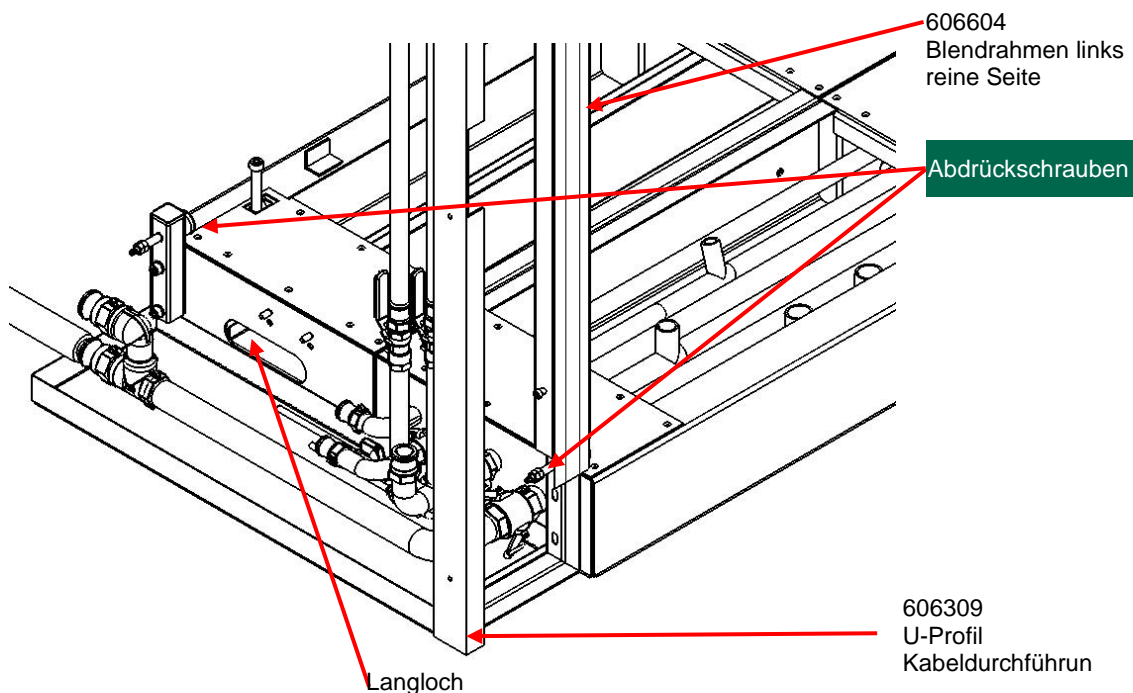

Abb. 7: Details Versorgungssockel
- ◆ Prüfen Sie, ob die beiden Abdrückschrauben (siehe Abb. 7:) vorhanden sind. Ggf. müssen diese noch eingeschraubt werden.
- ◆ Führen Sie durch die Langlöcher (siehe Abb. 7:) an beiden Stirnseiten des Versorgungssockels.
- ◆ Kontrollieren Sie die Position des Versorgungssockels am „Blendrahmen links Reine Seite“ (siehe Abb. 7:).